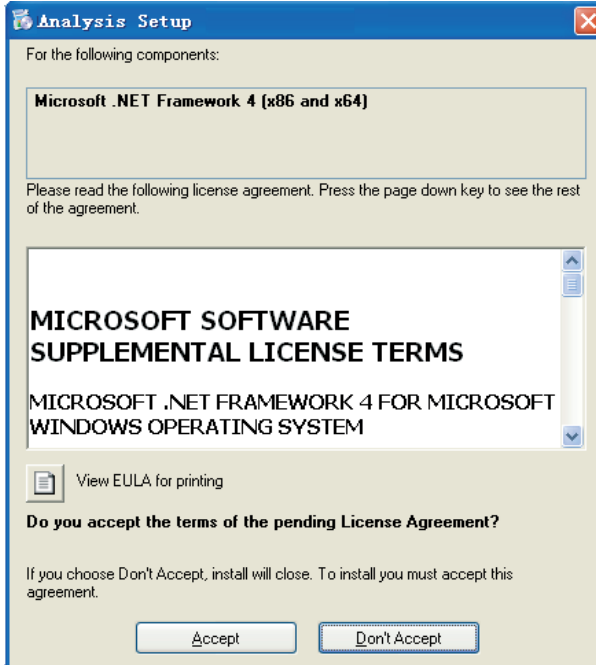

图 2-14
3. 进入环境检查安装步骤，依次进行必要程序安装，如图 2-14 至 2-17 所示：